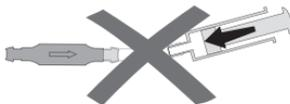

Fig. 6: Unngå trykksetting
**Advarsel: Trykksetting ved bruk av en engangssprøyte skal unngås både på den proksimale og den distale enden (fig. 6).**